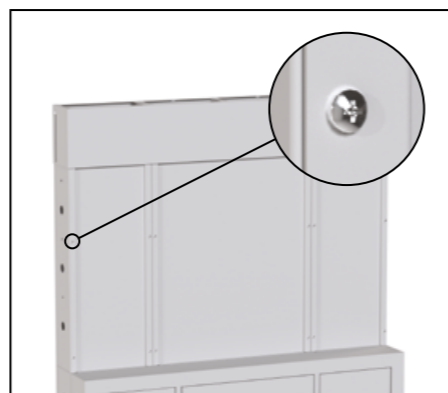

Рис. 71
7.3. Установите на верхний модуль СБ [1] 2 шт. - панель 300 верхняя [7] и панель 600 верхняя [6] завернуть 12 винтов М4×16 (рис. 71).